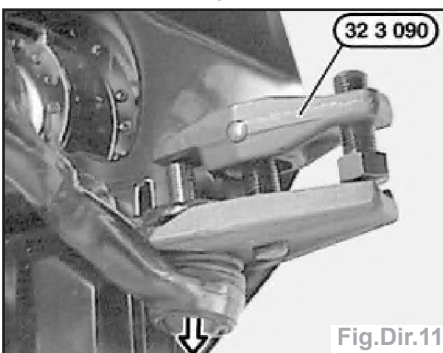

Fig.Dir.11
- Démontez l'écrou et déboîter à gauche et à droite la barre d'accouplement avec l'outil 32 3 090 (Fig.Dir.11).
- Enlever l'écrou et déboîter la rotule de biellette de direction à l'aide de l'outil 32 3 090 (Fig.Dir.11).